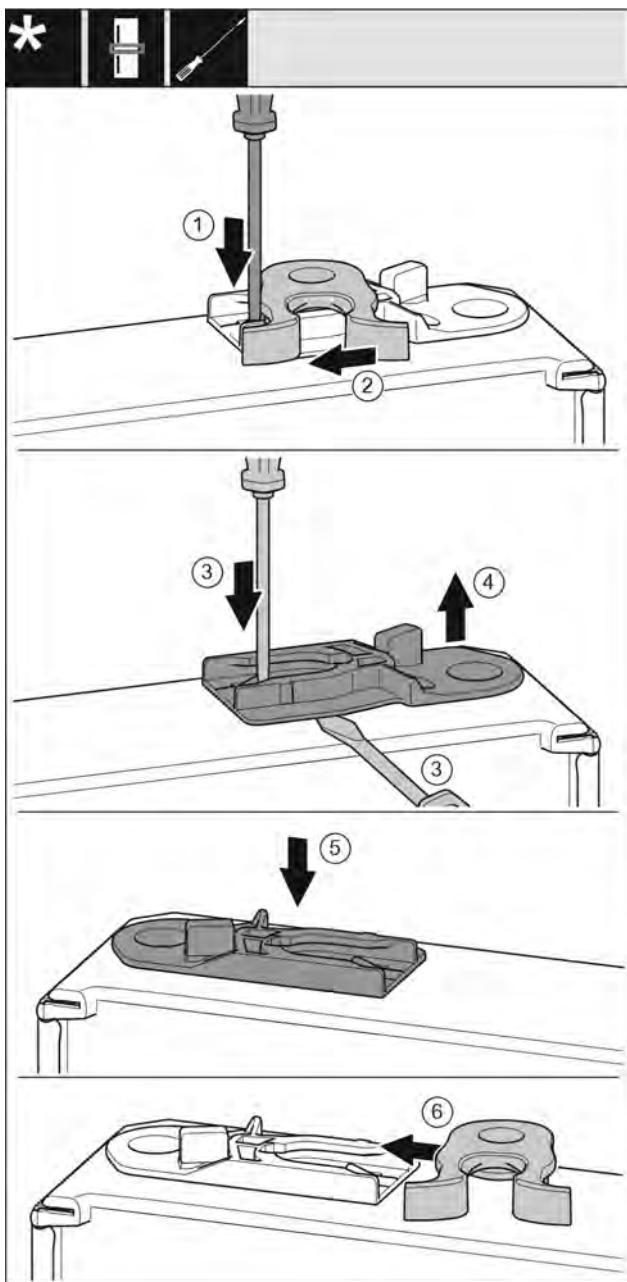

Fig. 28
- Нажмите шлицевой отверткой на накладку вниз. Fig. 28 (1)
- Выведите запорный крючок из направляющей. Fig. 28 (2)
- Извлеките направляющее гнездо: Нажмите на накладку шлицевой отверткой и одновременно переместите ее при помощи шлицевой отвертки под направляющее гнездо. Fig. 28 (3, 4)
- Входящее в комплект поставки направляющее гнездо вставьте на другой стороне корпуса. Fig. 28 (5)
- Запорный крючок вставьте в направляющую. Fig. 28 (6)